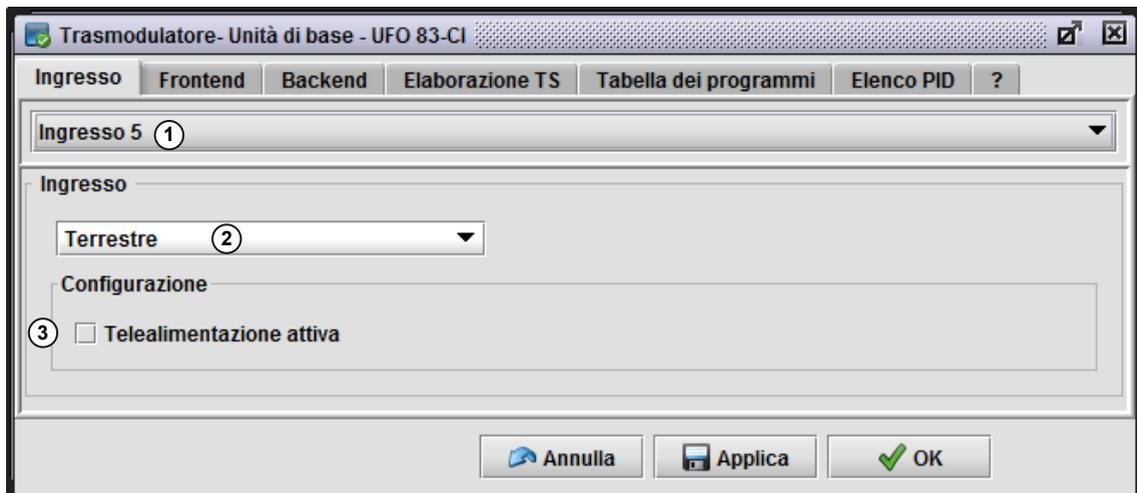

Fig. 28: Scheda **Ingresso** nella finestra di modifica del trasmodulatore, ingresso 5 (DVB-T)
- ① Gruppo di canali i cui parametri vengono modificati.
- ② Ingresso per la memorizzazione del gruppo di canali.
- ③ Salta alla scheda **Ingresso**, dove è visualizzato anche l'ingresso impostato in ②.
- ④ Canale del segnale d'ingresso che alimenta il gruppo di canali. Selezionando il canale vengono automaticamente impostati i valori ⑤ – ⑥.
- ⑤ – ⑦ Parametri impostabili1) 2) del canale selezionato in ④.
- ⑧ – ⑫ Valori dei parametri non modificabili2) del canale selezionato in ④ (solo visualizzazione).
1) Se sulla frequenza impostata viene ricevuto un flusso di trasporto valido, nel campo ⑧ è visualizzato **Bloccato**.
2) La suddivisione dei parametri dipende dall'impostazione effettuata in ②: Fig. 28, pag. 46 **Terrestre** o **Cavo**.